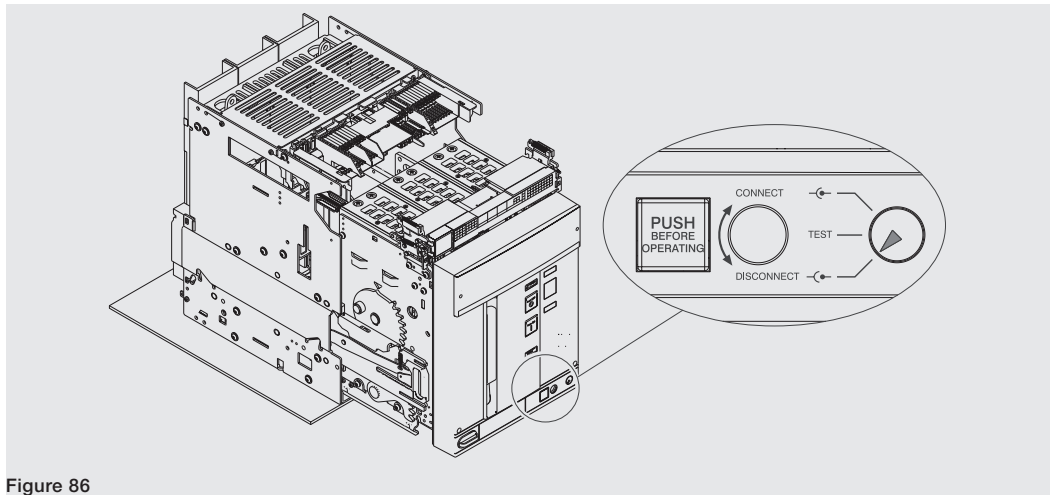

Figure 86
6. Vérifier que l'indicateur signale la position **DISCONNECT**. Voir Figure 86.